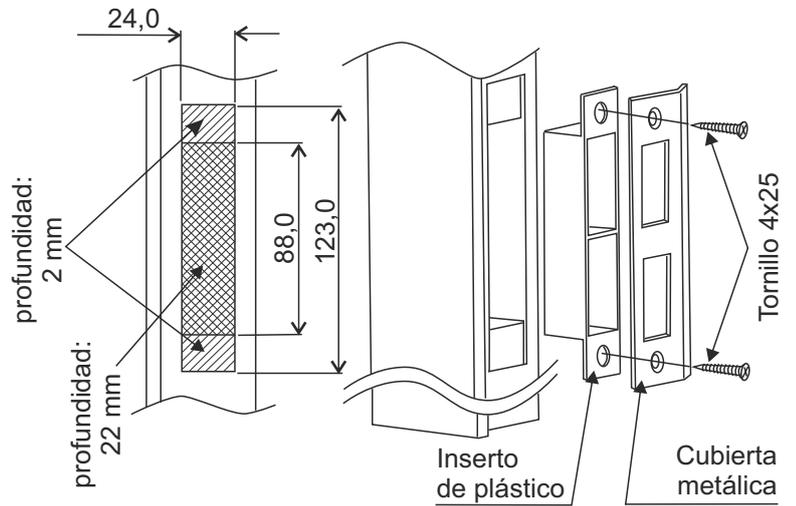

Figura 4
3. Instale la cubierta metálica del pestillo sobre el mismo y fíjelo al marco de la puerta según la figura 4.